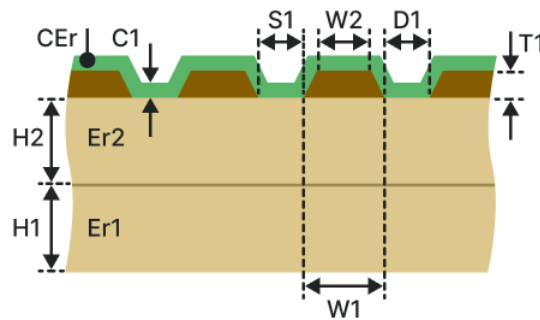

Рис. 178 Копланарная дифференциальная микрополосковая ЛП с маской (КДММ-2Н)
- Копланарная дифференциальная микрополосковая ЛП с маской (КДММ-2Н), см. Рис. 178.